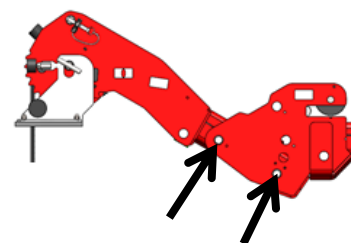

Abbildung 45
- Nun kann der Windenkopf oder Handarm am 30°-Verstellteil mit den beiden Stiften befestigt werden (siehe *Abbildung 45*).